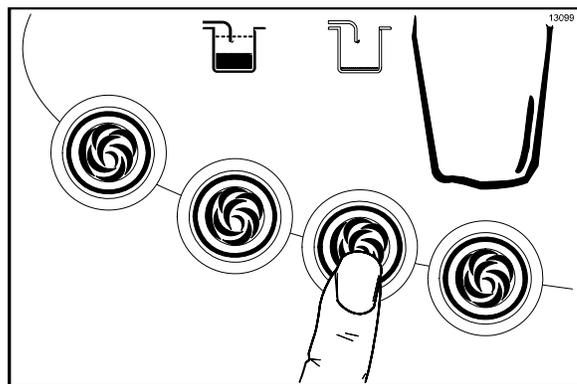

图 36
24. 按相应的糖浆口味键 ，口味符号应亮起，而且所选定口味的糖浆泵将开始以最大速度运转。（见图 36。）